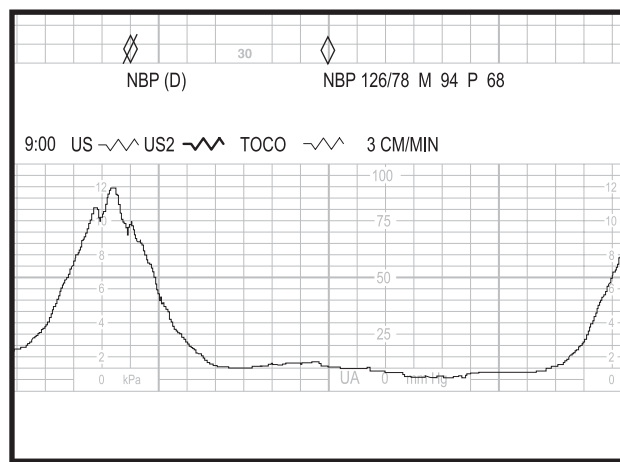

Рис. 12-6. Аннотации данных основных показателей NBP (нАД), полученных от встроенного модуля
- ◇ – незакрашенный ромбик означает, что данные были получены от встроенного в монитор модуля измерения артериального давления (модели 128 и 129). Основные показатели отображаются под значком ромбика. См. рис.12-6.
- ◇ – незакрашенный перечеркнутый ромбик означает, что измерение артериального давления было отменено/отложено. Маркер ◇ обозначает время, на которое первоначально было запланировано измерение. Под маркером печатается аннотация NBP (D) (нАД (Д)). См. рис.12-6.